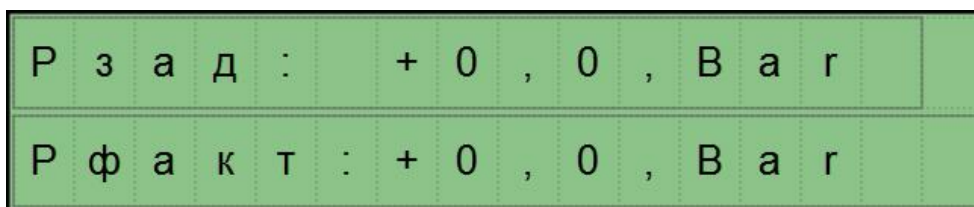

Рисунок 1.
2. После подачи питания экран ПР200 отображает информацию о текущем состоянии давления (Рисунок 1).